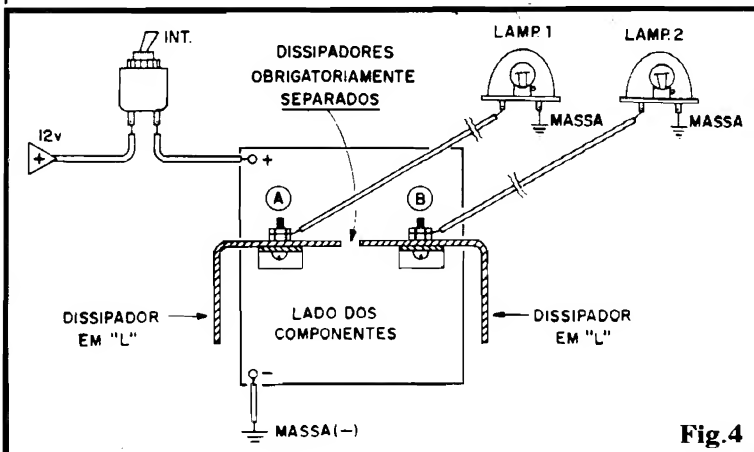

Fig. 4
- 2 - Contatos tipo "argola" ou "ilhós", para ligação das Saídas do circuito aos conjuntos transistores de Potência/dissipadores (detalhes na fig. 4...).
- FIG. 4 - CONEXÕES EXTERNAS/INSTALAÇÃO BÁSICA - Conforme já foi dito, as ligações externas à placa são simples e poucas... O diagrama mostra o Circuito Impresso ainda pelo lado não cobreado, mas enfatizando